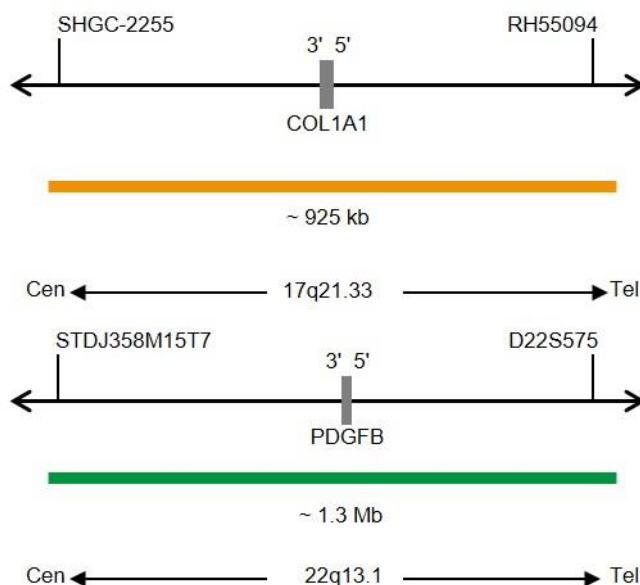

Fig. 1. Arriba: SPEC COL1A1 Mapa de la sonda; abajo: SPEC PDGFB Mapa de la sonda (no está a escala)
- Polinucleótidos marcados en naranja (excitación a 547 nm/emisión a 572 nm) ZyOrange (~6 ng/μl), dirigidos a secuencias localizadas en 17q21.33* (chr17:47,820,343-48,744,021) que albergan la región del gen COL1A1 (ver Fig. 1).
- Polinucleótidos marcados en verde (excitación a 503 nm/emisión a 528 nm) ZyGreen (~10,0 ng/μl), dirigidos a secuencias localizadas en 22q13.1* (chr22:38,928,973-40,267,687) que albergan la región del gen PDGFB (ver Fig. 1).